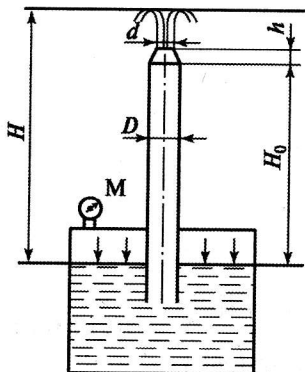

Рис. 5.9
**Задача 5.9.** Пренебрегая всеми потерями напора, определить высоту  $H$  и расход  $Q$  струи воды ( $\rho_v = 1000 \text{ кг/м}^3$ ) начальным диаметром  $d = 25 \text{ м}$  при выходе из сопла длиной  $h = 0,25 \text{ м}$ . Выброс струи осуществляется вертикальной трубкой диаметром  $D = 500 \text{ мм}$  и длиной  $H_0 = 3 \text{ м}$ , которая подпитывается из резервуара с постоянным уровнем под избыточным давлением  $p_m = 5 \text{ Н/см}^2 = 5 \cdot 10^4 \text{ Н/м}^2$  над свободной поверхностью (рис. 5.9).